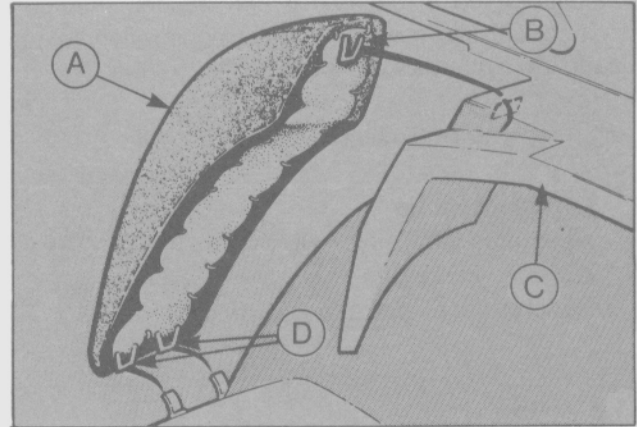

Fig. 10 - A. Tapizado del pasarueda (Ghía y XR4)
- Enderezar los retenes de las trabas inferiores del tapizado del pasaruedas y destrabar el mismo de su fijación en el soporte de la bandeja portapaquetes (Fig. 10) (Modelos Ghía y XR4).